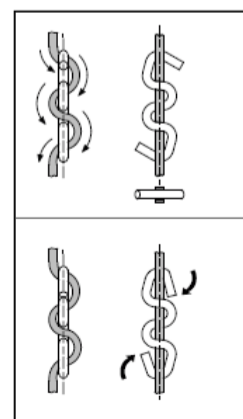

Abb. 4
- Ösen an beiden Enden eines Leiterkordelverkürzers mit Zange schließen (Abbildung 4)